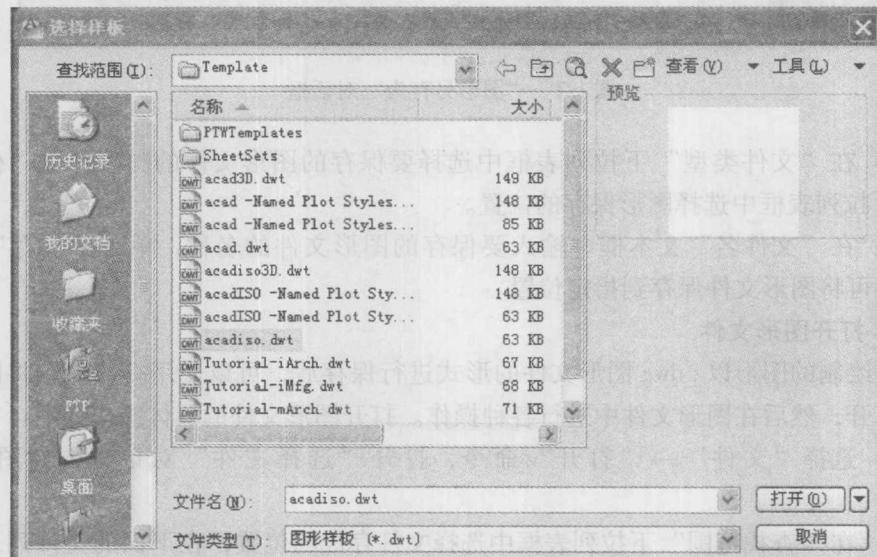

图 1-1 “选择样板”对话框
- 1) 选择“文件”→“新建”命令，打开“选择样板”对话框，如图 1-1 所示。